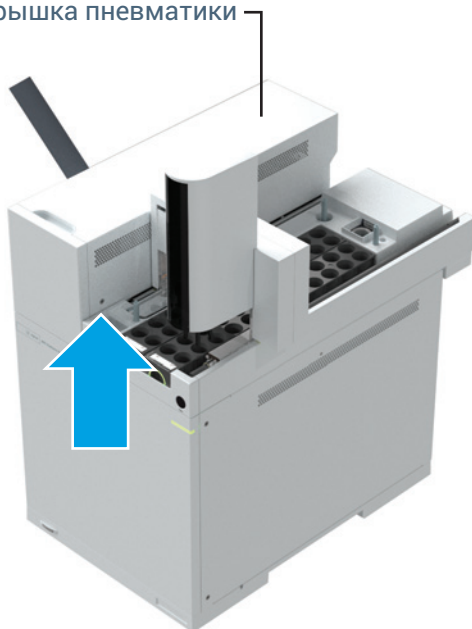

Рис. 3. Удаление винта T-20 Torx из крышки пневматического блока
- 2 Удалите винт T-20, с помощью которого закреплена крышка (**Рис. 3**).